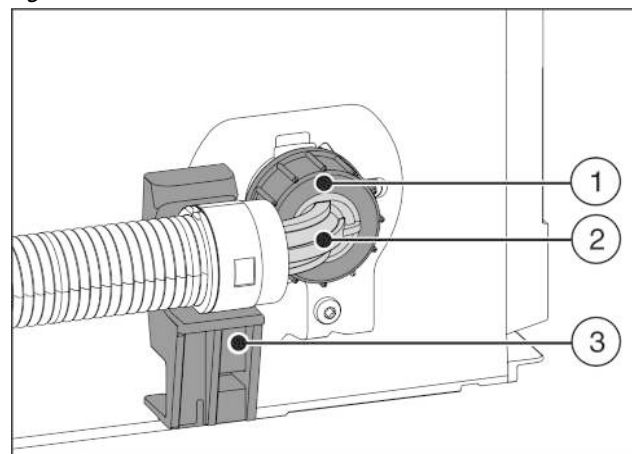

Fig. 22
- ▶ Конец шланга под углом Fig. 22 (2) разместить горизонтально на держателе Fig. 22 (3) и удерживать.
- ▶ Вручную гайку Fig. 22 (1) накрутить на резьбу до обеспечения надежной посадки.